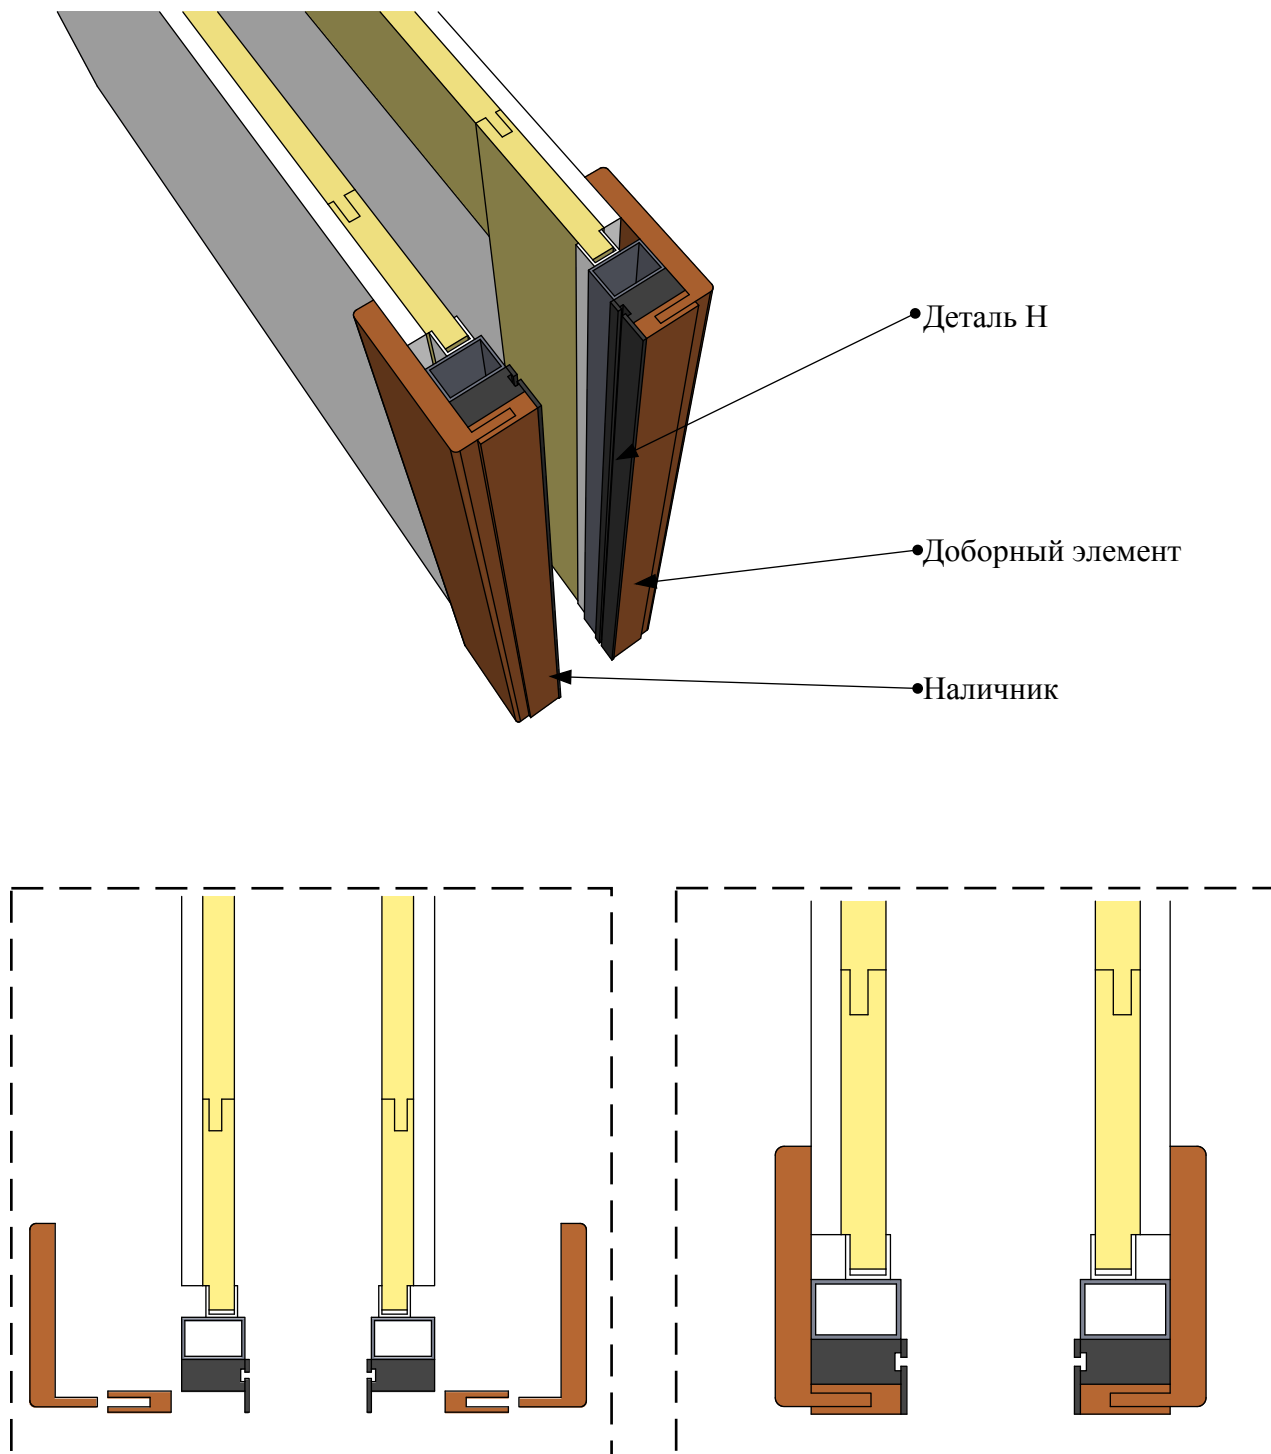

Рисунок 24
3. Толщина доборного элемента равна высоте упора детали Н (Рис. 24).